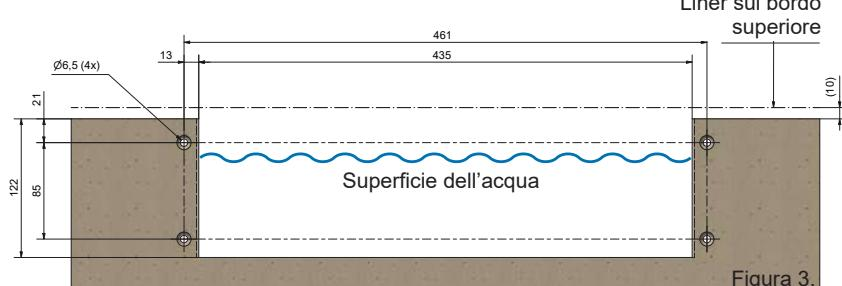

Figura 3.
- Praticare nella vasca un foro per lo skimmer rispettando le dimensioni e la posizione mostrate nella figura 3.
- Il tubo di scarico (14) va incollato al manicotto (15) con colla in PVC idonea e montato nello skimmer con la guarnizione e il nipplo in dotazione (16). Collegare i raccordi per lo scarico di troppopieno.
- Controllare che lo sportello a ribalta (17) sia posizionato correttamente e che possa muoversi.
- Fissare la guarnizione autoadesiva (7) al bordo anteriore dello skimmer (lato piscina).
- Montare la guarnizione esterna (9) e il telaio di fissaggio (10), dapprima fissandoli a mano, quindi serrando in sequenza incrociata.